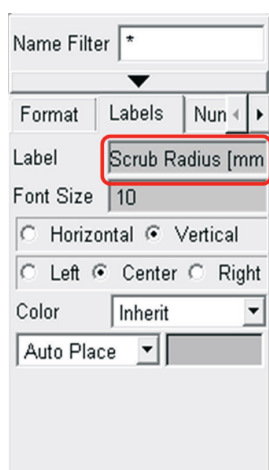

Figura 4.181 – Editando rótulo do eixo *vaxis*.
- Na caixa de texto *Label*, insira o texto “*Scrub Radius [mm]*” (Figura 4.181).